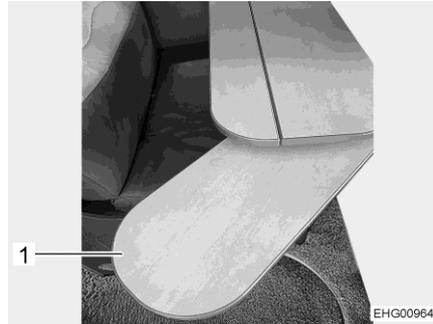

Fig. 34 Plateau de table avec rallonge
- Tirer sur la rallonge (Fig. 34,1) jusqu'en butée.